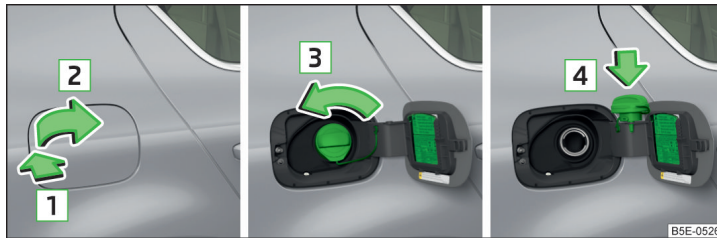

Abb. 190 Tankklappe aufklappen / Tankverschluss herausdrehen / Tankverschluss auf die Tankklappe stecken
- Auf die Tankklappe in Pfeilrichtung **1** drücken und diese in Pfeilrichtung **2** aufklappen » Abb. 190.